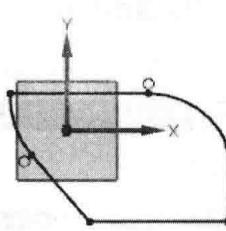

图 1.1.2 草图轮廓
Step2. 选择下拉菜单 **插入(S)** → **在任务环境中绘制草图(V)** 命令，选择 XY 平面为草图平面，单击 **确定** 按钮，系统进入草图环境。选择下拉菜单 **插入(S)** → **曲线(C)** → **轮廓(O)** 命令，绘制图 1.1.2 所示的草图轮廓。